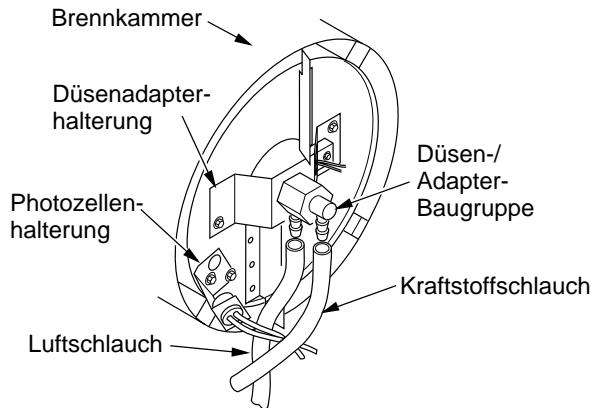
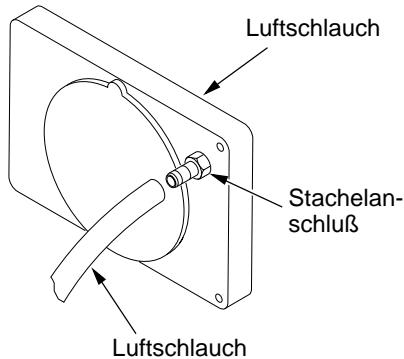

Abbildung 17 - Austauschen der Kraftstoff- und Luftleitungen (nur Modell GK20)
Abbildung 21 - Luftschlauch an Stachelanschluß
14. Die Photozelle in der Photozellenhalterung montieren. Die Kabel wie in Abb. 17 oder 18 auf Seite 11 dargestellt verlegen.
3. Den Kraftstoff- und Luftschauch von der Düsenbaugruppe entfernen (siehe Abb. 17 oder 18).
4. Die Kraftstoff- und Luftschräume auf Risse und/oder Löcher überprüfen. Wenn der Kraftstoffschlauch beschädigt ist, muß dieser vom Düsenadapter (siehe Abb. 17 oder 18) und Kraftstofffilter (siehe Seite 8) abgetrennt werden. Wenn der Luftschräume beschädigt ist, muß dieser vom Düsenadapter (siehe Abb. 17 oder 18) und Stachelanschluß am Pumpendeckel (siehe Abb. 21) abgetrennt werden.
5. Einen neuen Luft- und/oder Kraftstoffschlauch montieren. Ein Ende des Luftschräums am Stachelanschluß des Pumpendeckels (siehe Abb. 21), das andere Ende am Düsenadapter befestigen (siehe Abb. 17 oder 18). Ein Ende des Kraftstoffschlauchs am Kraftstofffilter (siehe Seite 8) und das andere Ende am Düsenadapter (siehe Abb. 17 oder 18) montieren.
Bei den Heizgerätmodell GK20 müssen die Luft- und Kraftstoffschläuche wie in Abb. 17 dargestellt verlegt werden.